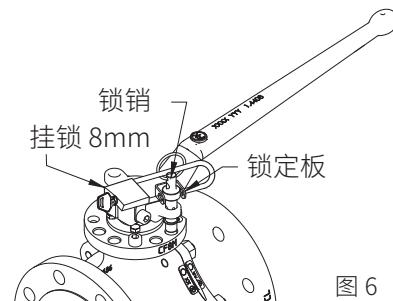

图 6
1. 使用带 8 毫米锁柄的挂锁，将锁柄插入锁板上的长孔和拉环下的孔（图 6）。